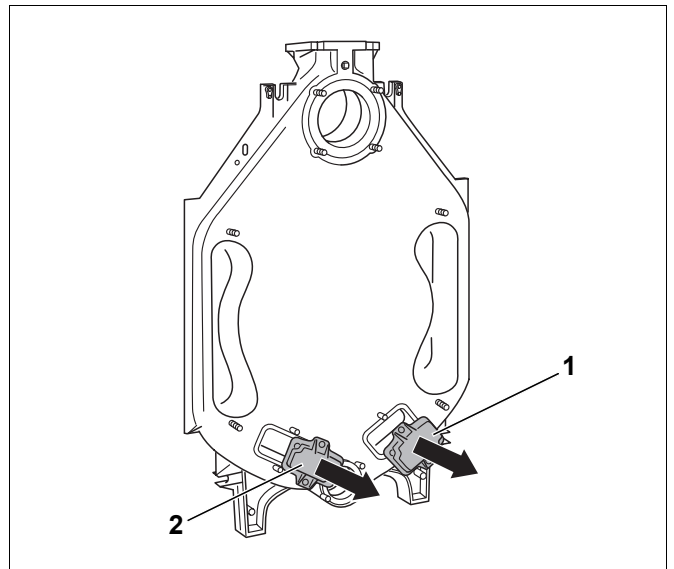

Bild 10 Reinigungsdeckel demontieren
- Reinigungsdeckel am Hinterglied abschrauben (Bild 10, **Pos. 1 und 2**).